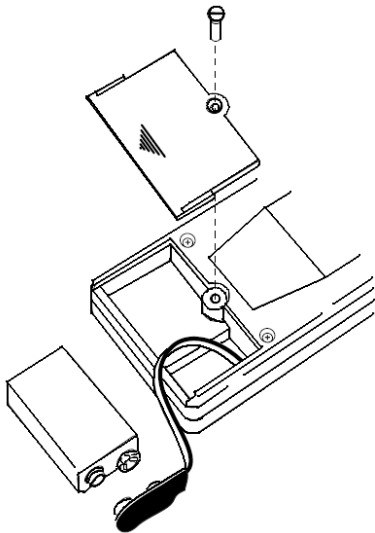

图 4. 更换电池
MS5900 使用 9 伏特 (V) 电池 (内附)。请按以下步骤更换电池并请参见图 4:
5. 按照图 4 所示的方法更换电池。察看电池槽内